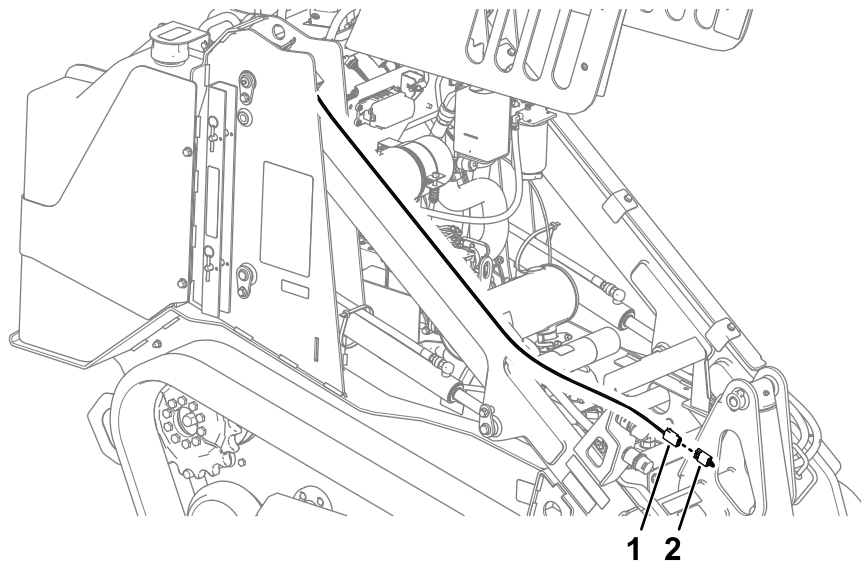

Figura 2
1. Enrute el arnés de cables del kit de adaptación a lo largo de los brazos de carga, tal y como se muestra en la Figura 2.
2. Retire el conector de puente del conector del arnés de adaptación (Figura 2).